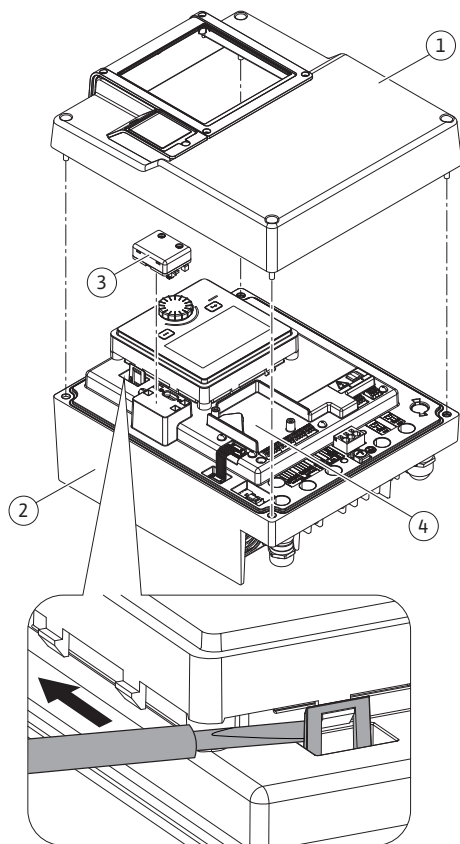
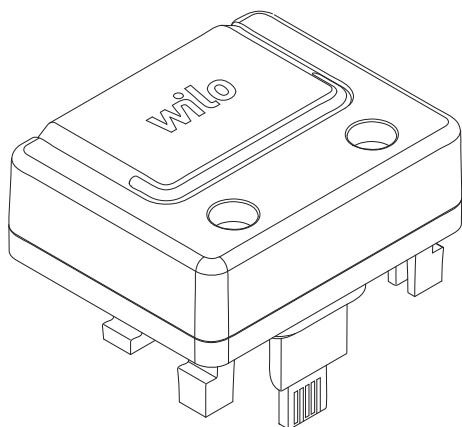

Fig. 25: Modulo elettronico
Fig. 26: Modulo Wilo-Smart Connect BT
1. Aprire con cautela i ganci a scatto (Fig. 25) servendosi di un utensile (ad es. cacciavite).
L'interfaccia Bluetooth del modulo BT Wilo-Smart Connect (Fig. 25, pos. 3 e Fig. 26) serve al collegamento a terminali mobili come smartphone e tablet. Nell'app Wilo-Assistant si trova la funzione Wilo-Smart Connect. Grazie alla funzione Wilo-Smart Connect è possibile comandare e regolare la pompa, nonché leggerne i dati. Per le impostazioni vedi capitolo "Messa in servizio" [► 294].
1. Allentare le quattro viti della parte superiore del modulo elettronico (Fig. 25, pos. 1, Fig. 1, pos. 2).
3. Inserire il modulo BT Wilo-Smart Connect nell'apposita interfaccia Wilo-Connectivity Interface. Vedi Fig. 25, pos. 3.
I moduli CIF (accessori) servono alla comunicazione tra le pompe e il sistema di controllo dell'edificio. I moduli CIF sono inseriti nel modulo elettronico (Fig. 25, Pos. 4)